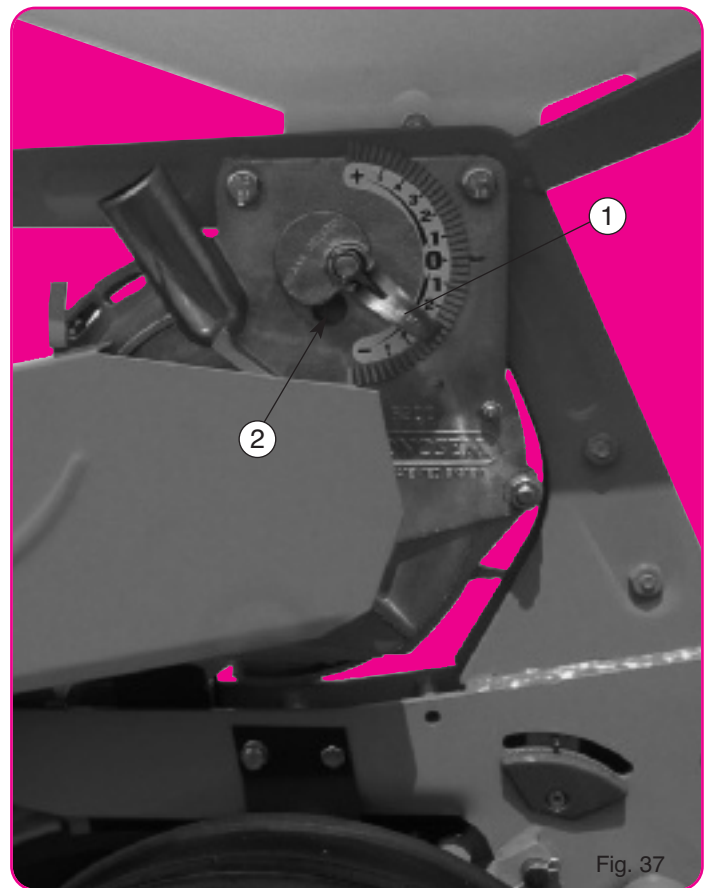

Fig. 37
L'index ① descendu vers le - (fig. 37) rapproche la plaque des trous, réduit l'aspiration (en ouvrant la prise d'air ②) ce qui provoque une tendance aux manques. Une fenêtre de contrôle sur le couvercle permet de s'assurer des résultats.
**Positions conseillées pour l'index ①**
When the indicator ① is positioned to - (fig. 37), it lowers the scraper over the holes, reducing the degree of suction (opening the size of the hole ②). This may cause skipping. A control window in the cover allows you to check the results.
**Recommended setting for indicator ①**
El índice ① girado hacia - (fig. 37) aproxima la placa a los agujeros, reduce la aspiración (abriendo la toma de aire ②), lo que provoca una tendencia a las faltas. Una ventanilla de control sobre la tapa permite controlar los resultados.
**Posiciones aconsejadas para el índice ①**